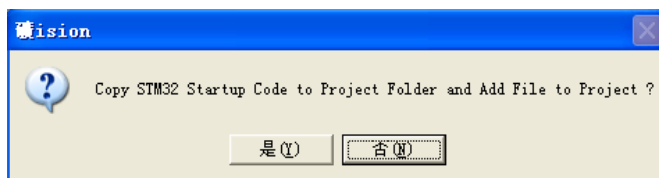
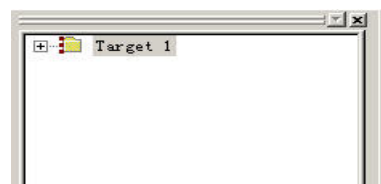

图 1.17 是否加载启动代码提示窗口
图 1.18 目标工程窗口
(5) 按 OK 确定，出现图 1.17 所示窗口。询问是否加载启动代码，在这里选择“否”，不加载（后面将会手工装载启动代码：cortexm3_macro.s, stm32f10x_vector.s，而不用系统提供的默认启动代码）。选择“否”后将出现图 1.18 所示窗口，此时项目文件，即工程文件就创建好了。